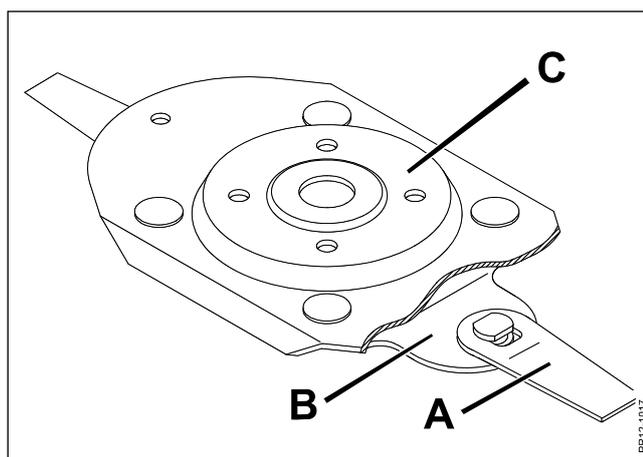

Fig. 5-16
- Fig. 5-16** Das System wird QS (Quick and Safe) genannt. Dieses bezeichnet die schnelle Montage/Auswechslung von Messern und bezeichnet ferner die hohe Sicherheit, dass die Messer **A** nicht unbeabsichtigt von dem Messerhalter **B** - der an der Scheibe **C** mit Bolzen befestigt ist - freigemacht werden können.